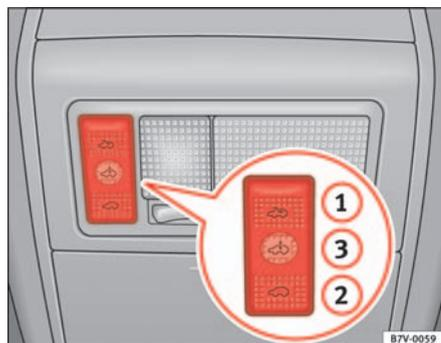

Abb. 67 Ausschnitt vom Dachhimmel: Schalter für das Schiebe-/Ausstelldach
- Drücken Sie die Schaltfläche ⇒ Abb. 67 ①.
Ein durch Kraftbegrenzung wiederholt geöffnetes Schiebe-/Ausstelldach können Sie dann schließen, wenn Sie die Schaltfläche ⇒ Seite 108, Abb. 67 ③ gedrückt halten, bis das Schiebe-/Ausstelldach vollständig geschlossen ist. **Dabei schließt das Schiebe-/Ausstelldach ohne Kraftbegrenzung.**